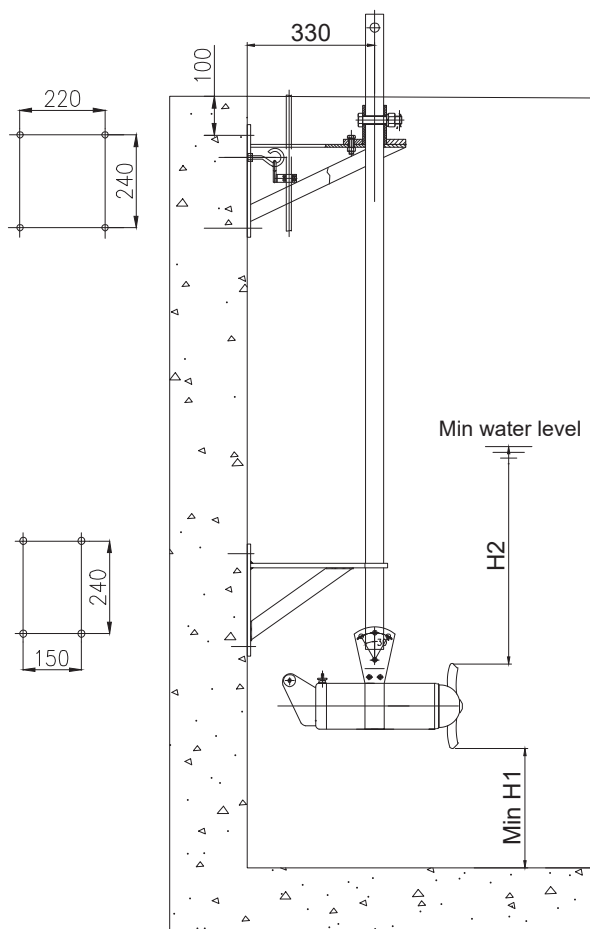

Рис. 3 Чертеж мешалки
- верхний поворотный и нижний фиксаторы и стойка для подвесного монтажа, рис. 3;
Порядок подвесного монтажа (см рис. 3)